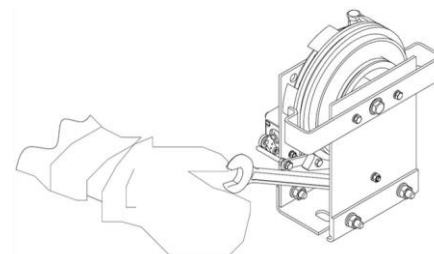

Рис.4
1. Вручную привести в действие ограничитель скорости, нажимая на качалку так, чтобы зуб качалки переместился в сторону тормозных упоров шкива ограничителя скорости (рис.4).